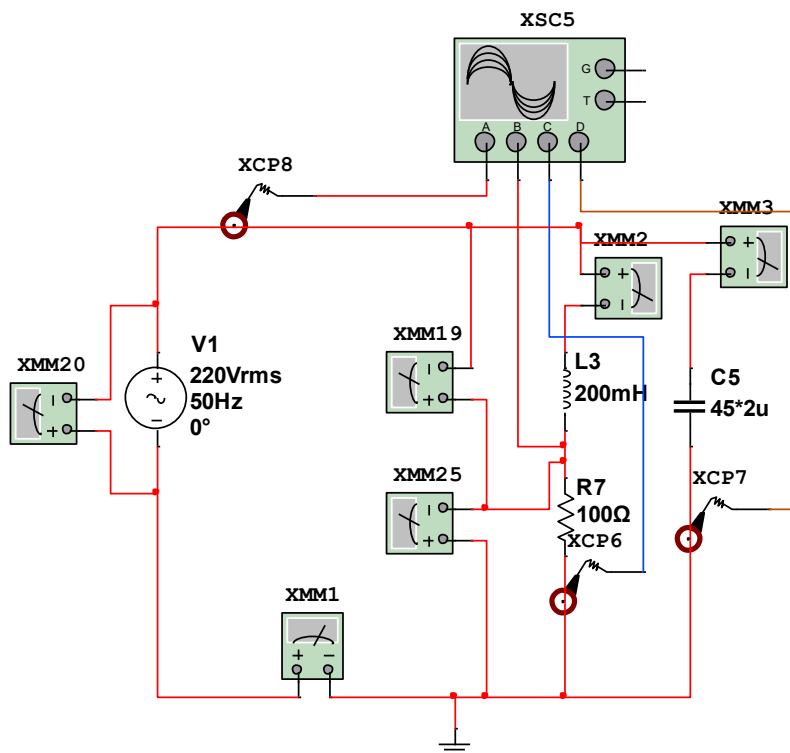

Рисунок 5.2 – Схема дослідження резонансу струмів
1. Змінювати частоту джерела, рис.5.2.